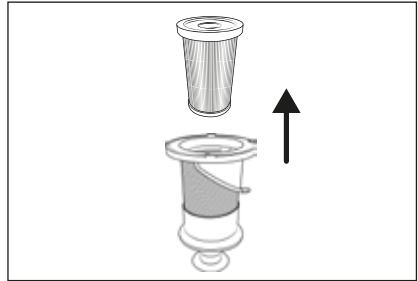

Fig. 19
- 4) Tag HEPA-filteret **4** ud af filteret af rustfrit stål **5** ved at holde i åbningen på HEPA-filteret **4** og tage det ud af filteret af rustfrit stål **5** (se fig. 19).